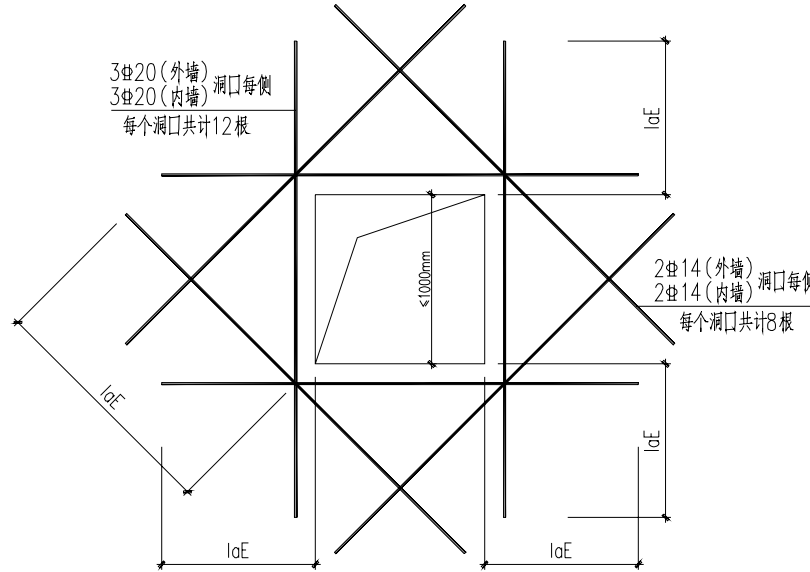

图14-2
- 1 当开孔的直径或宽度大于300mm但不超过1000mm时，孔口的每侧沿受力钢筋方向应配置加强钢筋，其钢筋截面积不应小于开孔切断的受力钢筋截面积的75%；对矩形孔口的四周尚应加设斜筋；对圆形孔口尚应加设环筋。见图14-2